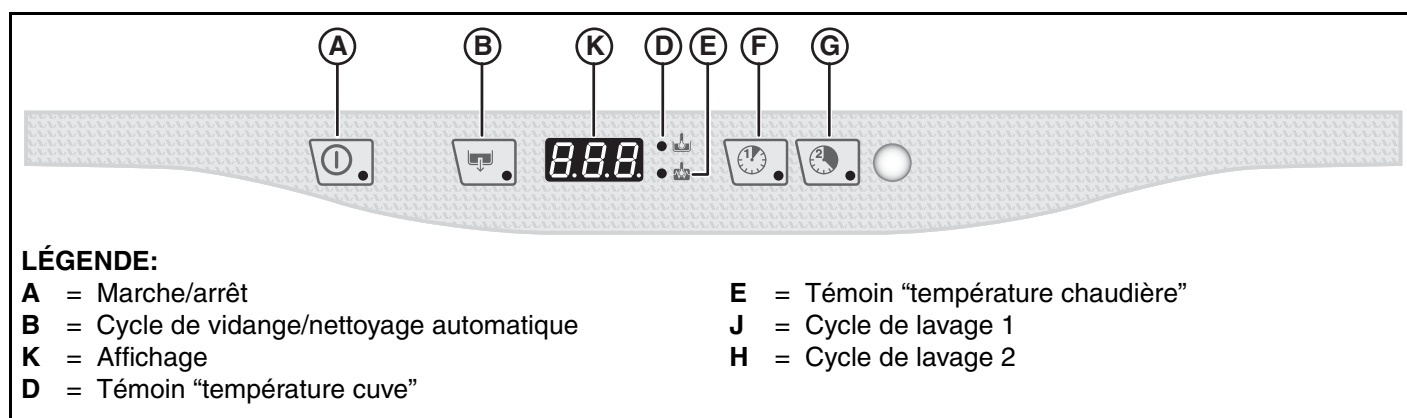

Fig. 14
Le témoin du bouton A (Fig. 14) s'allume pour signaler que le lave-vaisselle est sous tension et que le remplissage en eau et la chauffe sont en cours. Durant toute la phase de remplissage et de chauffe, "FILL" apparaît sur l'affichage :
Pour afficher la température de la chaudière pendant la phase de chauffe de la cuve, ouvrir la porte et appuyer sur la touche J (Fig. 14).
Pour vaisselle peu sale ou verres : appuyer sur le bouton F (Fig. 14) (voir tableau des durées de cycle).
Pour vaisselle normalement sale : appuyer sur le bouton G (Fig. 14) (voir tableau des durées de cycle).
Pour vaisselle très sale : appuyer sur le bouton F (Fig. 14) (voir tableau des durées de cycle).
- Sélectionner le cycle de vidange en appuyant sur le bouton B (Fig. 14).
- Éteindre le lave-vaisselle en appuyant sur le bouton A (Fig. 14).
Fermer la porte et sélectionner le cycle de vidange en appuyant sur le bouton B (Fig. 14).
Éteindre le lave-vaisselle en appuyant sur le bouton A (Fig. 14)
Appuyer sur le bouton A marche/arrêt (Fig. 14).